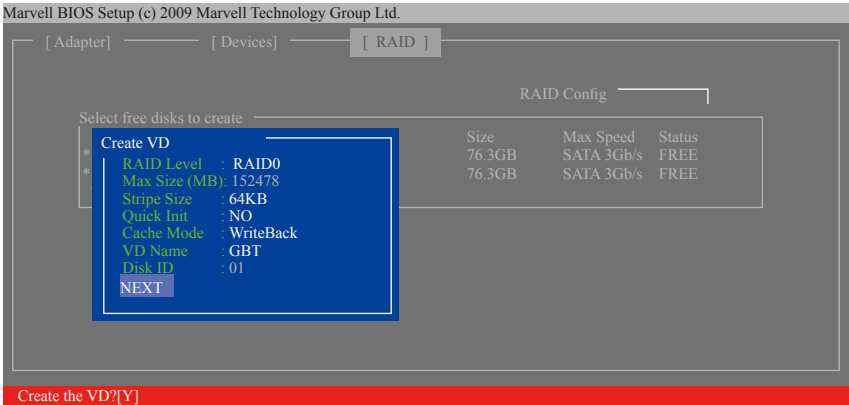

图9
- 6. **NEXT**：完成以上设定请至「NEXT」项目按<Enter>键。当确认信息出现时，确定制作磁盘阵列请按<Y>，取消请按<N> (图9)。